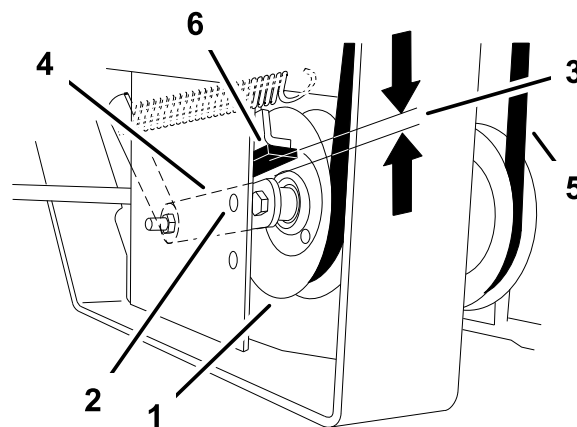

Figura 53
9. Compruebe la distancia entre el tope de caucho y el brazo de la polea tensora tensada con muelle una vez apretada la chapa de la polea tensora. Debe estar a una distancia de 0 a 6 mm (0 a 1/4 pulg.) del tope de caucho (Figura 53).